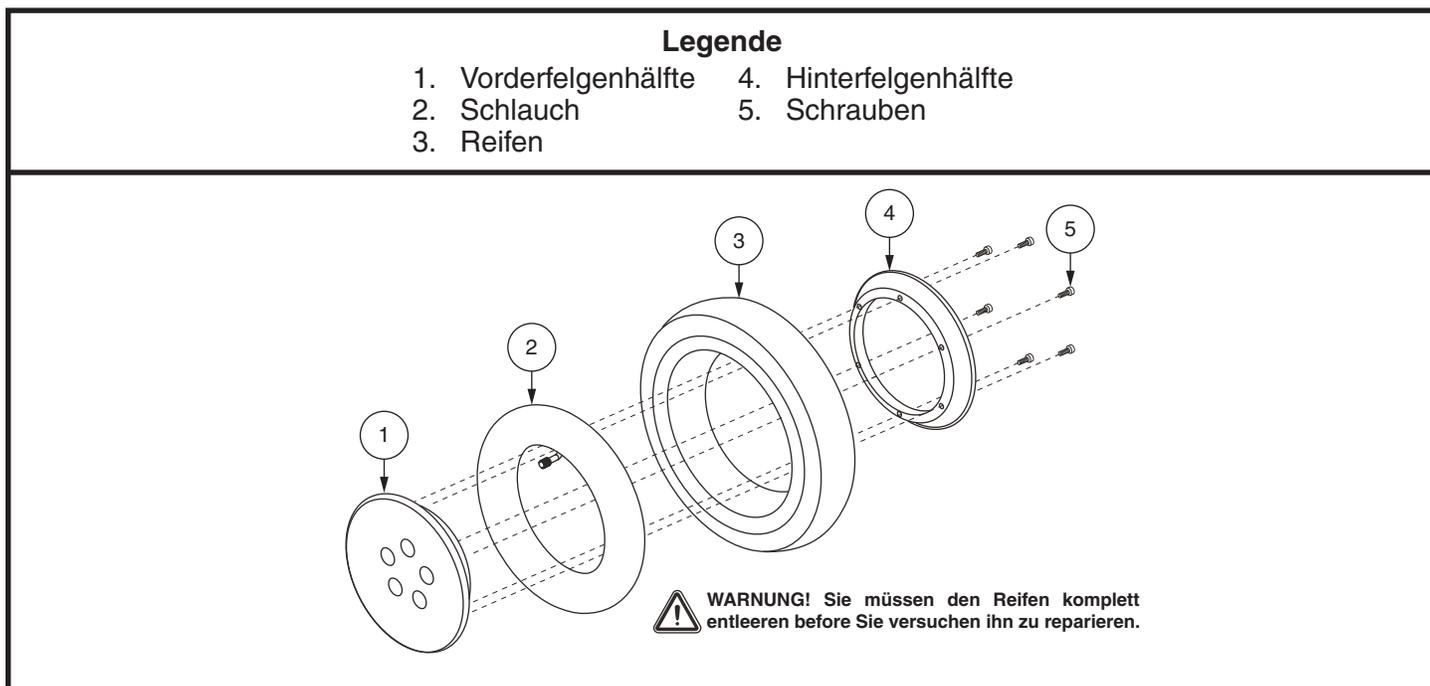

Bild 17. Aspen Antriebsrad auseinandergebaut
6. Entfernen Sie die Schrauben und trennen Sie die Vorder- und Hinterfelge. **Siehe Bild 17.**
10. Setzen Sie die fünf (5) Radmuttern wieder ein, und ziehen Sie diese an.